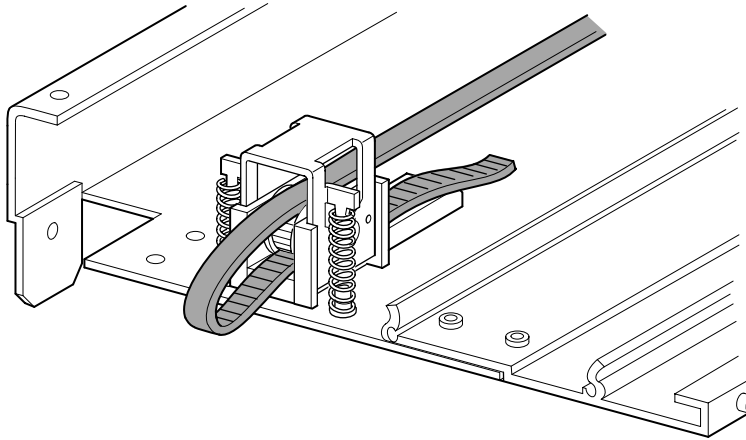
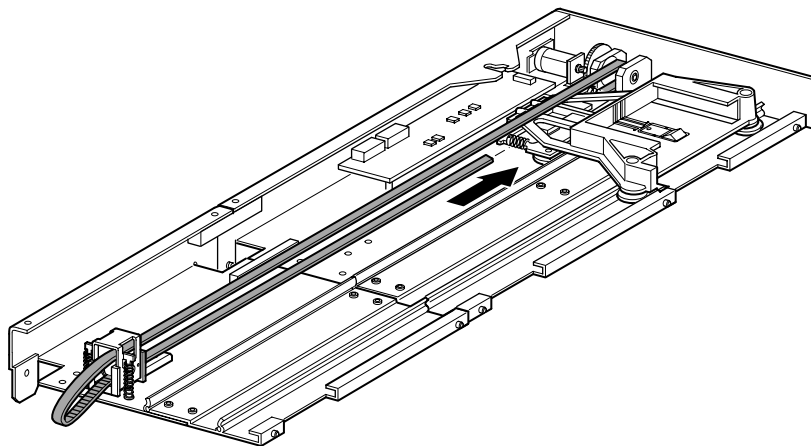

図2-17: 拡張ユニットへのタイミングベルトのインストール
図2-18: タイミングベルトのインストール
3. タイミングベルトを、ベルトテンショナーランプおよびアイドルプーリーの上に通し、次にモータードライブプーリーに通します。ベルトの歯が両方のプーリーにかみ合っていることを確認します（図2-17および図2-18を参照）。